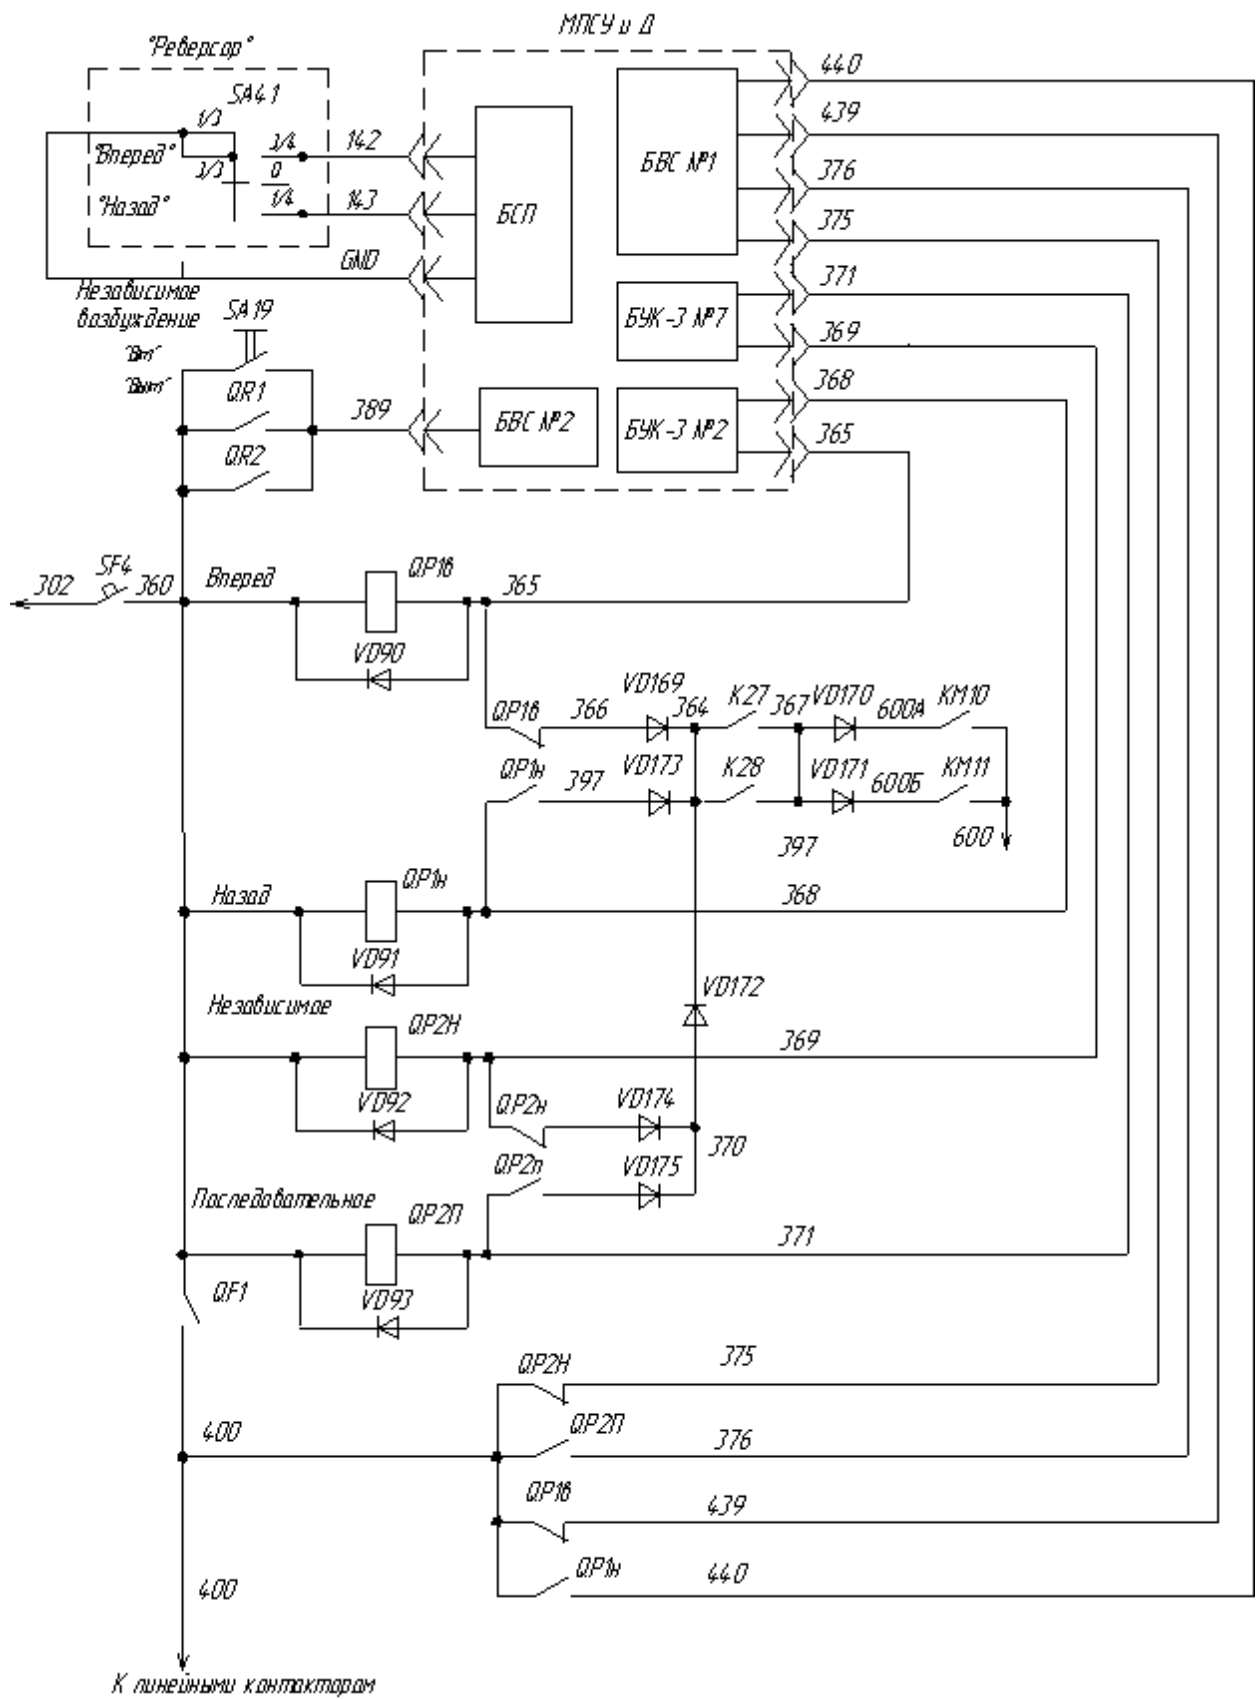

Рисунок 4.23 – Схема цепей управления переключателями реверсивным и режимным
Для подачи напряжения 110 В в цепи управления переключателем необходимо включить автоматический выключатель SF4 «Управление силовыми цепями» (см. рисунок 4.23), расположенный на панели автоматов в шкафу МПСУ и Д.
После установки переключателя SA41 в одно из положений («Вперед» или «Назад») получают питание электромагнитные вентили реверсивных переключателей по цепи (см. рисунок 4.23): провод 302 (+110 В), автоматический выключатель SF4, провод 360, вентиль реверсора QR1в («Вперед») или QR1н («Назад»), провод 365 (368), БУК-3 № 2, провод 600. Реверсор разворачивается в соответствующее положение.
Подпитка осуществляется через вспомогательные контакты линейных контакторов К27 или К28 по цепи (см. рисунок 4.23): провод 302 (+110 В), автоматический выключатель SF4, провод 360, катушка электромагнитного вентилля QP1в (QP1н), провод 365 (368), вспомогательный контакт реверсивного переключателя QP1в (QP1н), провод 366 (397), диод VD169 (VD173), провод 364, вспомогательный контакт контактора К27 (К28), провод 367, диод VD170 (VD171), провод 600А (600Б), вспомогательный контакт электромагнитного контактора КМ10 (КМ11), провод 600.
Питание катушек электромагнитных вентилях линейных контакторов производится по цепи (см. рисунок 4.23): провод 302 (+110 В), выключатель автоматический SF4, провод 360, контакт быстродействующего выключателя QF1, провод 400, электромагнитные вентили линейных контакторов, вывод БУК-3 (№№ 2, 7, 8, 14), провод 600.